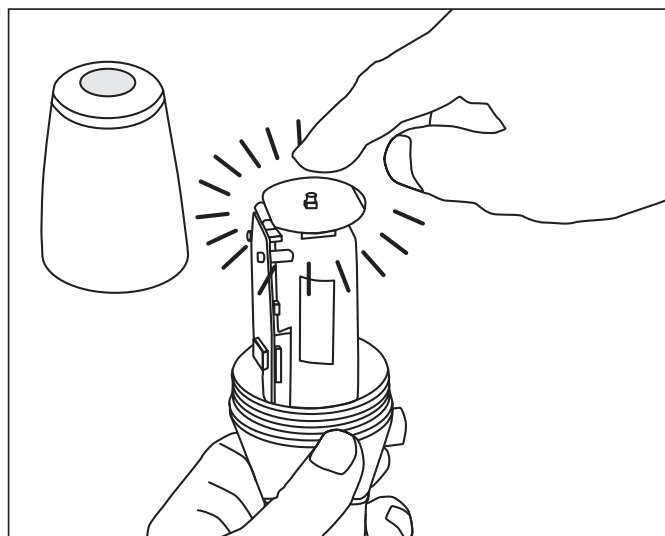

Figura 6
2. Presione y mantenga presionado el botón "Restablecer" durante 15 segundos (consulte la Figura 6). El LED parpadeará de color rojo y verde.